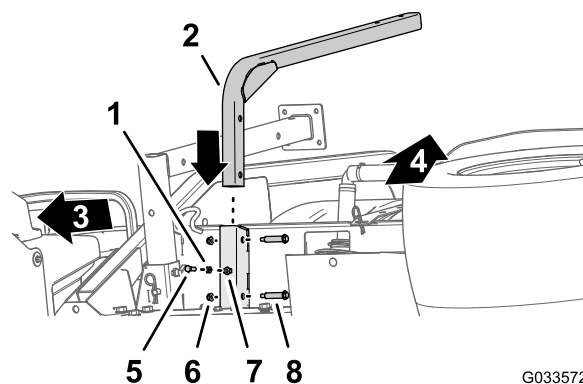

Figura 44
1. Aliniați tubul de susținere pentru rezervorului de apă dulce cu canalul de susținere a rezervorului (Figura 44).
2. Aliniați orificiile din tubul de susținere cu orificiile din canal (Figura 44).
3. Fixați tubul pe canal (Figura 44) cu cele 2 șuruburi cu umăr (1/2 x 1 15/16") și cele 2 contrapiulițe cu guler (5/16").
5. Înfiletați contrapiulița (5/16") pe șurub (5/16 x 1") așa cum este indicat în Figura 44.
6. Înfiletați șurubul (5/16 x 1") și contrapiulița pe piulița pentru sudură de la baza canalului de susținere al rezervorului și strângeți manual șurubul și contrapiulița (Figura 44).